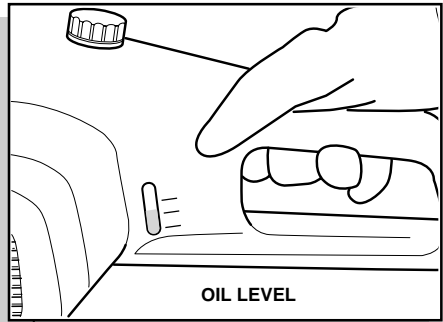

fig. 8
- Ricordarsi periodicamente di controllare il livello dell'olio nella finestra laterale (fig. 8).